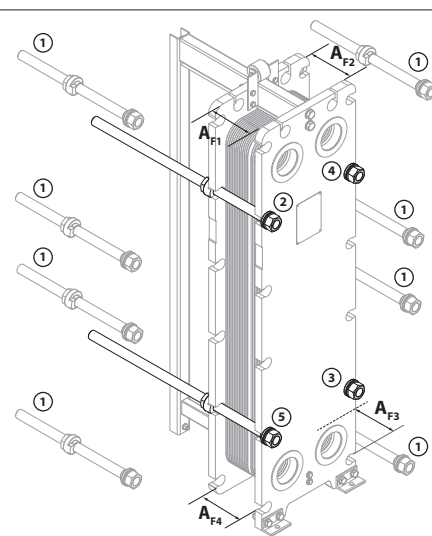

Fig. 35
Prima della messa in servizio, controllare che tutti gli attacchi siano installati e serrati correttamente e che la misura A sia conforme alla targhetta Misura AF1, AF2, AF3, AF4 come da fig. 35.
3. Allentare i tiranti nella corsa massima del dado di 3 mm fino a raggiungere la misura $A = A_{\text{nominale}}$ (misurata/sulla targhetta) + 5%. A questo punto è possibile allentare completamente e rimuovere le coppie di tiranti dalla parte superiore e dalla parte inferiore (indicate come 1 nella fig. 35).